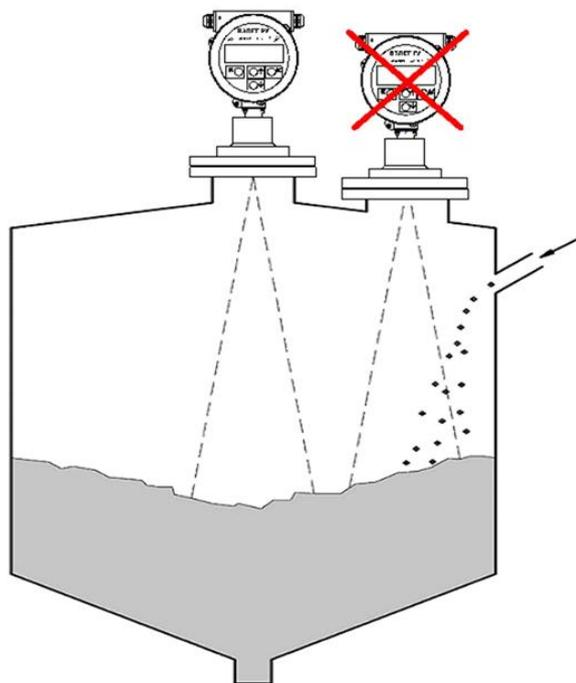

Рисунок 3 – Установка прибора на резервуар с загрузкой продукта
4.1.3.2 Не следует устанавливать прибор таким образом, чтобы поток заполняющего емкость продукта попадал в зону действия луча (см. рисунок 3), оптимально располагать прибор в стороне от места загрузки.